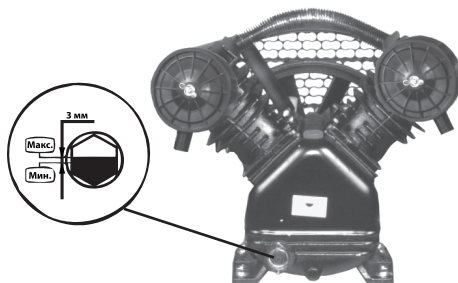

Рисунок 2. Схема перевірки рівня мастила в картері компресора.
2) Влити у горловину дуже повільно за декілька спроб спеціальне компресорне мастило до середини червоної позначки на оглядовому віконці (рис. 2).